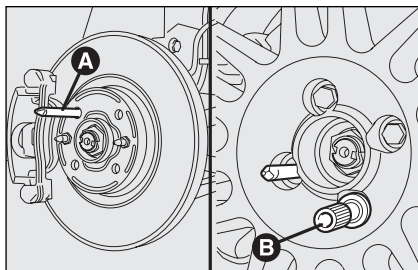

fig. 10
- ☐ apriete el espárrago de centrado **A**-**fig. 10** en uno de los orificios de los tornillos de fijación presentes en el buje de la rueda;